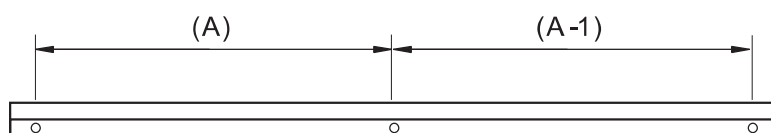

Fig. 1
- 1.2 Après avoir choisi la position de l'armoire de toilette, vérifiez que le mur est solide, mesurez la distance entre les trous (A, A-1) dans la baguette en aluminium à l'aide d'un mètre ruban et marquez cette distance sur le mur à l'aide d'un crayon (Fig. 1).